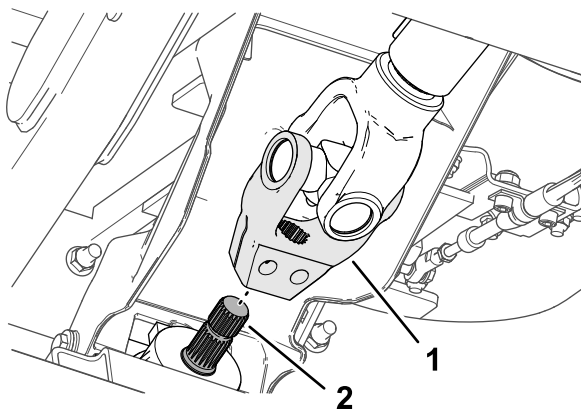

Рисунок 16
4. Совместите шлицы вилки ведущего вала со шлицами входного вала навесного оборудования (**Рисунок 16**) и наденьте вилку на вал.